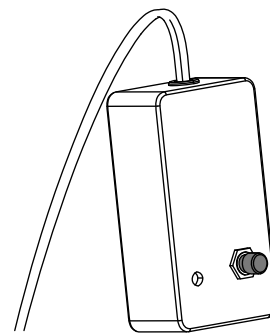

Bild 48
6. Drücken Sie die TEST-Taste am Testgerät für das Stromschlagwarnsystem (**Bild 48**).